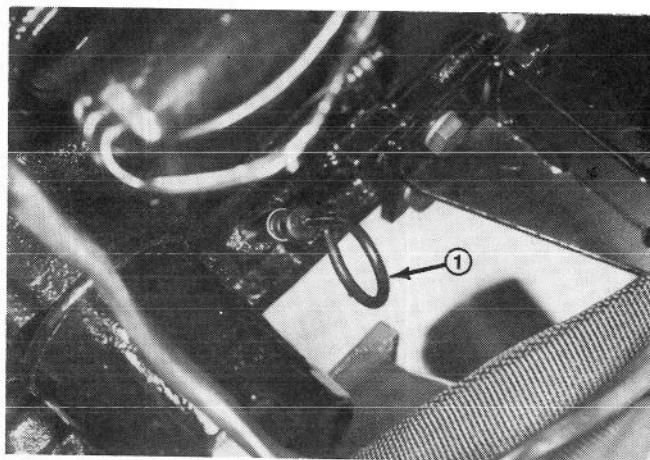
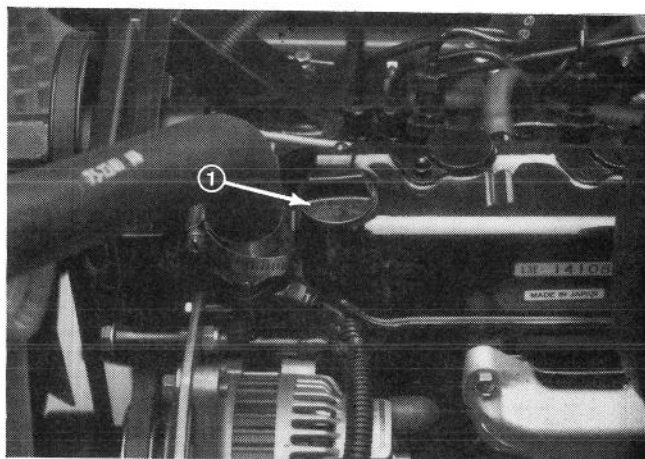

Figura 7
Figura 8
2. Rimuovete l'asta di livello (Figura 7), asciugatela con un panno pulito ed inseritela completamente nell'apposito foro. Toglietela di nuovo e controllate il livello dell'olio. Se il livello è basso, togliete il tappo del bocchettone di riempimento (Figura 8) e aggiungere olio SAE 10W-30 CD fino a quando il livello non raggiunge la tacca dell'asta indicante PIENO. NON SUPERATE IL LIMITE SOPRA INDICATO. **Vedere la scheda delle specifiche dei fluidi a pagina IT-21.**